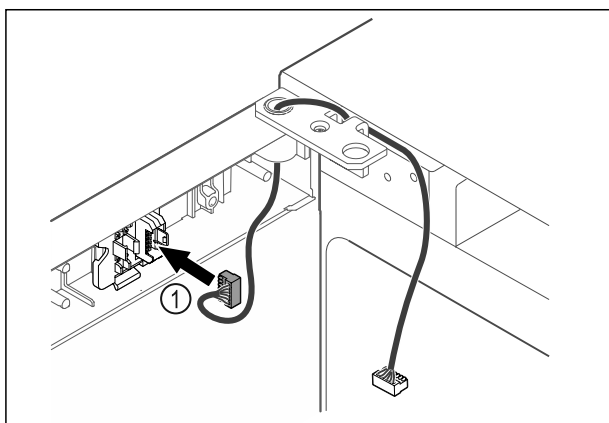

Fig. 40
- ▶ Dugja be a dugót Fig. 40 (1) a dugófoglalatba.